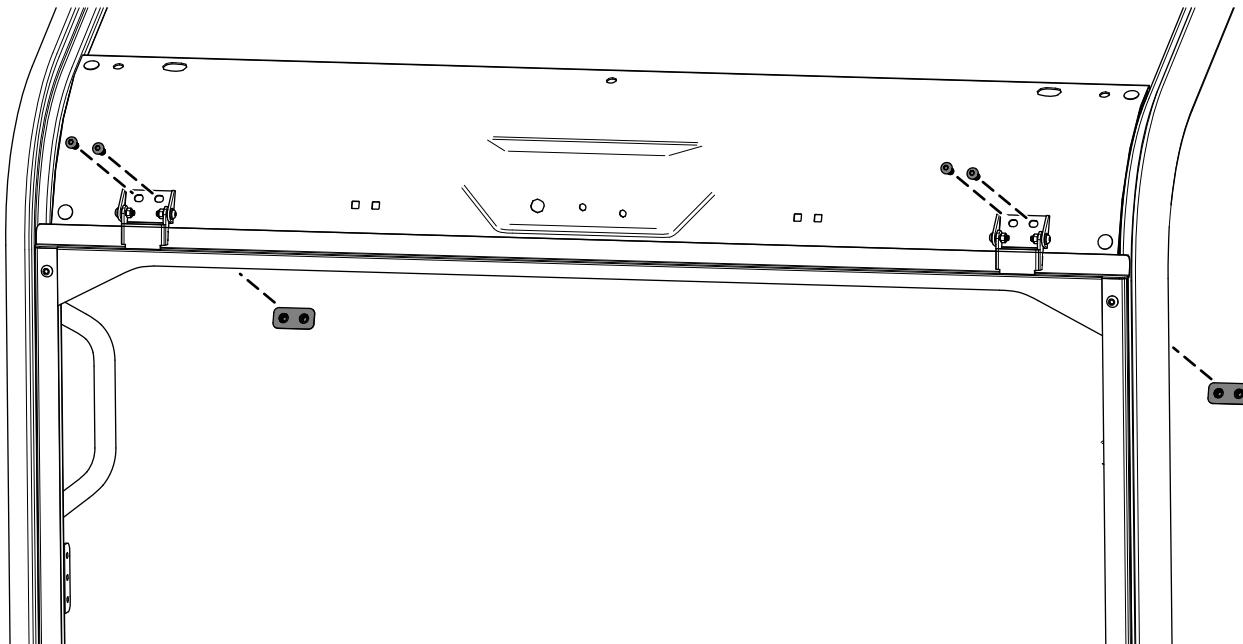

Figure 5
2. Fixez légèrement le pare-brise à l'aide de 2 plaques à écrous (8 mm) et 4 boulons à tête ronde (M8 x 20 mm), comme montré à la Figure 5.